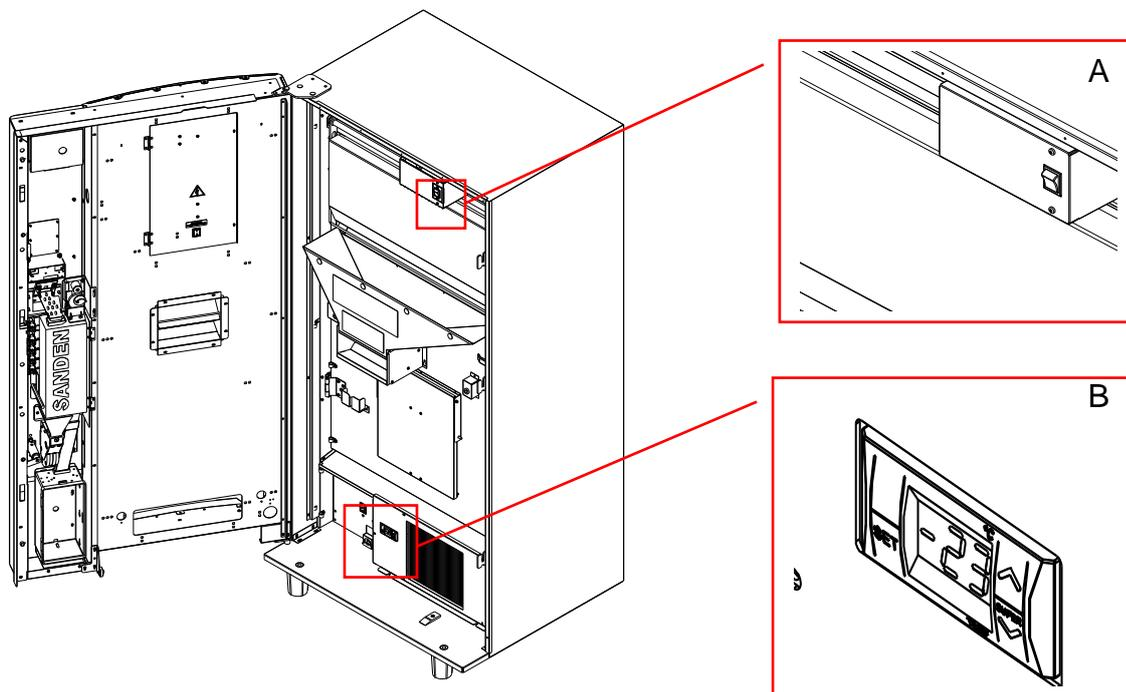

FIG. 5.2 - A) SCHALTER DER BELADUNGSTÜR
- 1) Überprüfen sie die temperatur im inneren des automaten (siehe fig. 5.2): ist sie ausreichend niedrig, setzen sie die beladung des automaten fort;
- 2) Drücken sie den schalter der ausgabentür, der sich auf der motorabdeckung befindet (siehe fig. 5.2 – 5.3) und warten sie, daß der motor es öffnet;